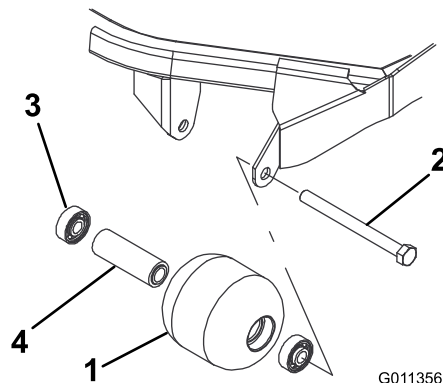

図 66
1. ローラ取り付けボルトを外す 図 66。
4. ローラハウジング、ベアリング、ベアリングスペーサに破損がないか点検する 図 66。
1. 第一のベアリングをローラハウジングに押し込む 図 66。アウターレースのみを押すか、インナーレースとアウターレースを均等に押すかする。
2. スペーサを入れる 図 66。
3. 第二のベアリングをローラハウジングに入れる 図 66 このときは、インナーレースがスペーサに接触するまで、インナーレースとアウターレースを均等に押す。